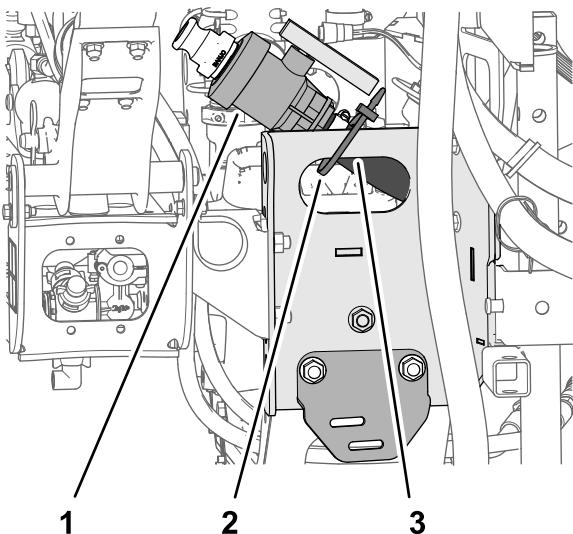

Figure 13
1. Enlevez l'attache-câble qui retient le robinet de vidange et le flexible de la cuve de pulvérisation sur le profilé du patin (Figure 13).